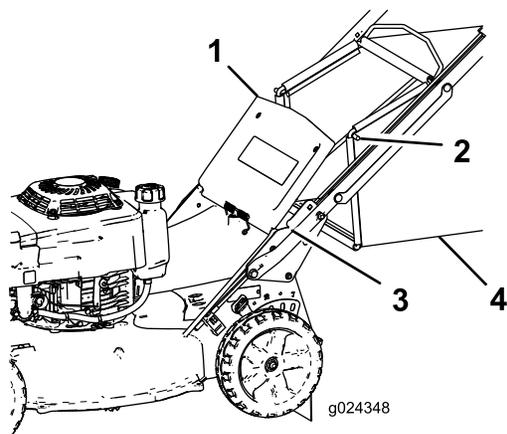

Рисунок 19
2. Поднимите и удерживайте заднюю дверцу (Рисунок 19).
4. Вставьте концы штанги травосборника в выемки в основании рукоятки и, покачивания травосборник из стороны в сторону, убедитесь, что концы штанги находятся в нижней части обеих выемок (Рисунок 19).
3. Выньте штангу травосборника из выемок в основании рукоятки (Рисунок 19).